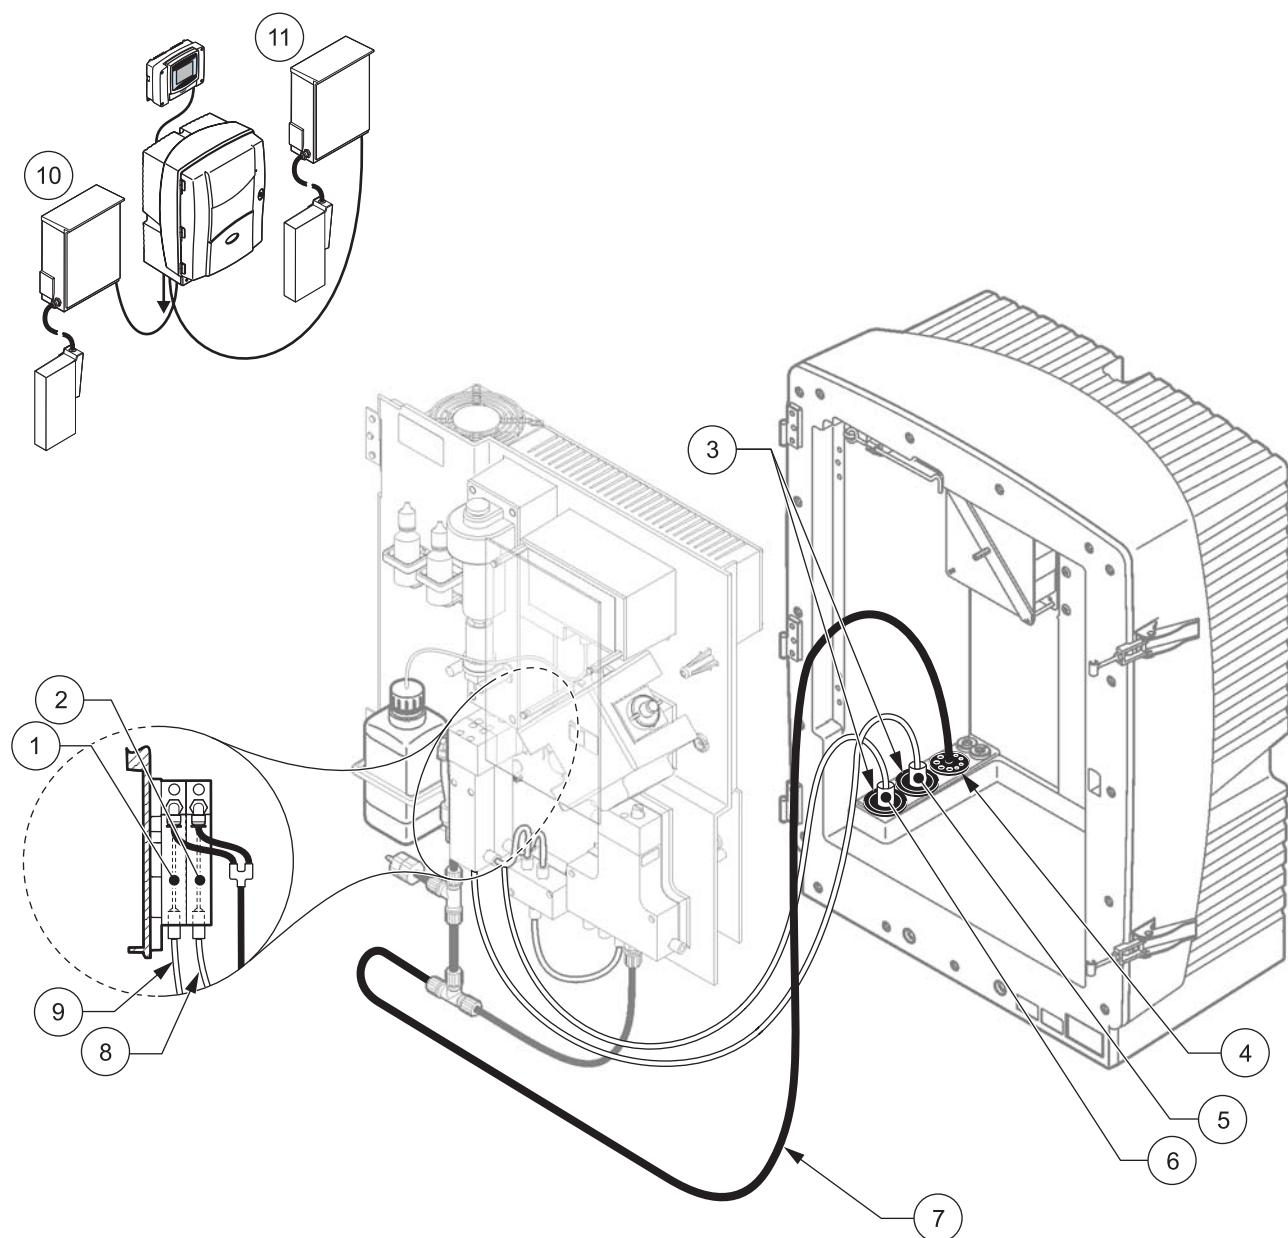

图 32 选项 9a 设置
请参考图 32 以及选项 9a 的以下说明:
2. 通过分析器从 FILTRAX 1 引出加热的软管 (图 32, 项目 6)。使用 1 号密封塞加固。